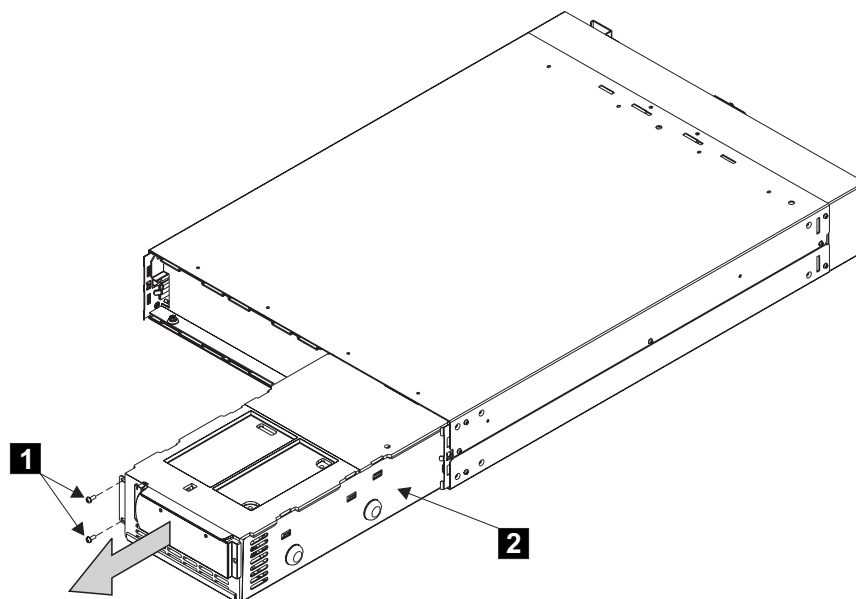

図 267. 2145 UPS からの電子装置の取り外し
4. 303 ページの図 267) に示すように、2 本のねじ (**1**) を取り外します。
5. 電子部品アセンブリー (図 267 の **2**) を 2145 UPS から引き出します。